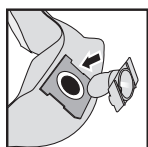

FIGURA 28
lengüetas del deflector de entrada. La bolsa sólo encaja correctamente de una manera. **FIGURA 28.**
51. Coloque el deflector de entrada con la abertura mirando hacia el lado izquierdo o el lado derecho de la bolsa filtrante. Deslice el collar de la bolsa filtrante por encima del deflector de entrada, de manera tal que las muescas del collar de la bolsa coincidan con las lengüetas del deflector de entrada. La bolsa sólo encaja correctamente de una manera. **FIGURA 28.**